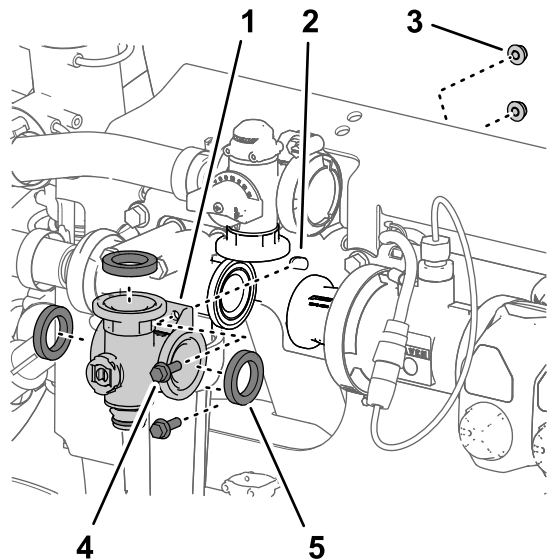
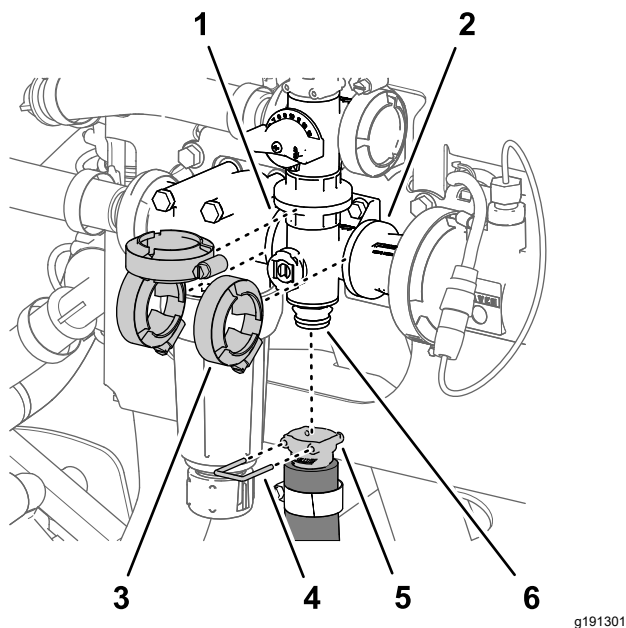

Figura 130
Figura 131
- Alinee la brida del distribuidor de la válvula de agitación y las 3 juntas con las bridas de la válvula de desvío de agitación, la cabeza del filtro de presión, y el adaptador de acoplamiento (Figura 130 y Figura 131).
2. Sujete provisionalmente el colector de la válvula de agitación a la válvula de desvío de agitación, la cabeza del filtro de presión, y el adaptador de acoplamiento (Figura 131) con las 3 bridas de fijación que retiró en Retirada del distribuidor de agitación \(página 88\).
5. Apriete las 3 bridas de fijación a mano (Figura 131).
6. Monte el acoplamiento rápido de la manguera de agitación en el acoplamiento rápido del distribuidor de la válvula de agitación con la grapa (Figura 131).